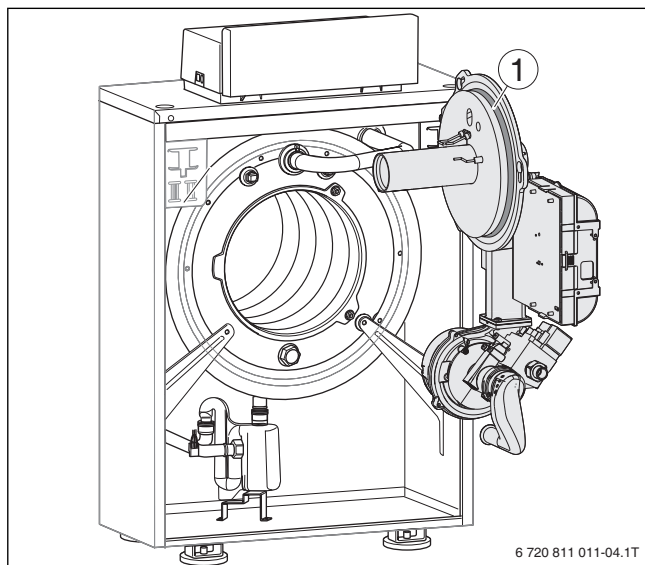

Fig. 13 Junta tórica carcasa del quemador
- ▶ Antes de montar el quemador, comprobar que la junta tórica (→ fig. 13[1]) esté bien colocado y corregir si es necesario.